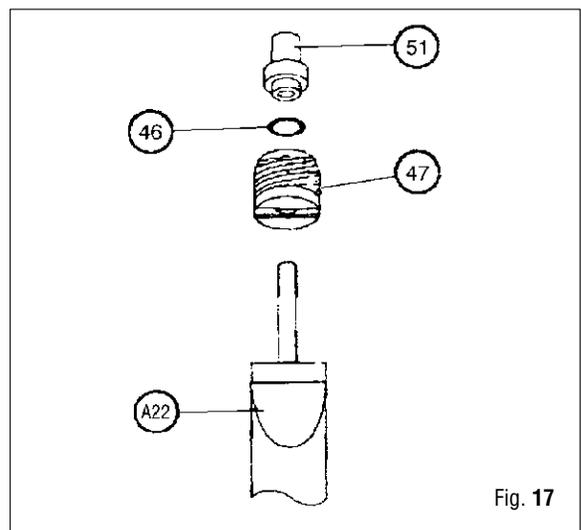

Fig. 17
30. Ponga en línea el orificio del largador de sedal (42) con el asiento de la empuñadura e introduzca el perno del largador de sedal (43).
31. Coloque el orificio del casquillo, el OR(46) y eventualmente el casquillo guía (51) en la herramienta A-22 (Fig. 17).